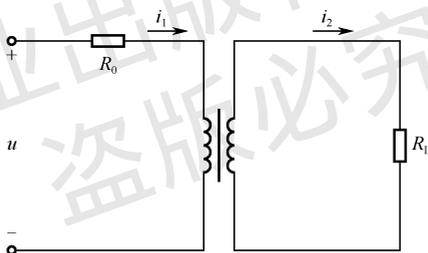

图 1-14 例 1-4 图
**【例 1-4】** 变压器电路如图 1-14 所示, 把电阻  $R_L = 8\Omega$  的扬声器接到电压有效值  $U = 10\text{V}$ 、内阻  $r = 200\Omega$  的交流信号源上, 为使负载得到最大输出功率, 在信号源与负载之间接入的变压器的变压比应是多少?